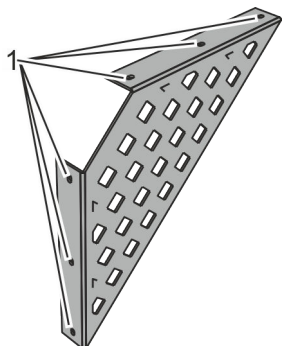

Abb. 22: Lochbild Statikwinkel
Der Statikwinkel (Abb. 22) dient zur Erhöhung der Stabilität.
1. ➤ Vorhandenes Lochbild (Abb. 22) auf Pfosten übertragen.